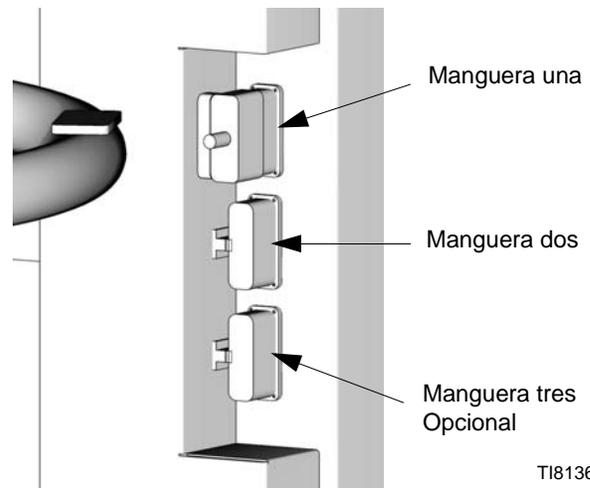

FIG. 4: Vista trasera de la caja de control eléctrico
1. Apriete firmemente los conectores de 16 patillas situados en los cables largos de la manguera calentada en los conectores de 16 patillas situados en la parte trasera del panel de control eléctrico. Vea FIG. 4.